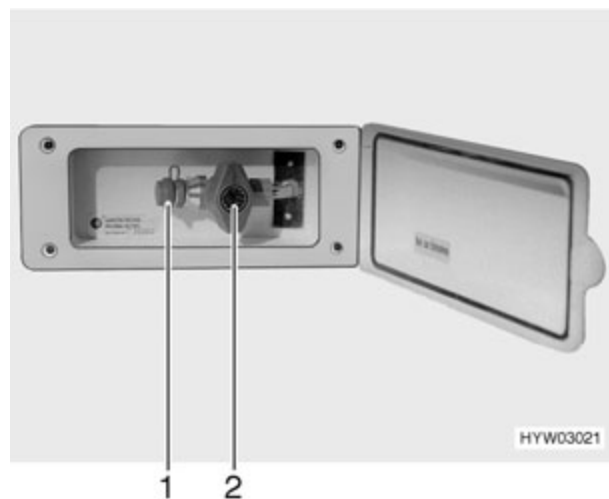

Fig. 111 Toma exterior de gas, llave de paso cerrada
- ▶ Si la toma exterior de gas no se utiliza, cerrar siempre la llave de paso (Fig. 111,2).
- ▶ Prestar atención a que después de conectar el gas y abrir la llave de paso no se escape gas en el punto de conexión (Fig. 111,1). Si la toma exterior de gas no es estanca, el gas escapa al exterior. Cerrar inmediatamente la llave de paso y la llave de paso principal de la bombona de gas. Hacer revisar la toma exterior de gas por un taller especializado autorizado.
La toma externa de gas (Fig. 111) está, en función del modelo, en la parte trasera o en el lado izquierdo del vehículo.